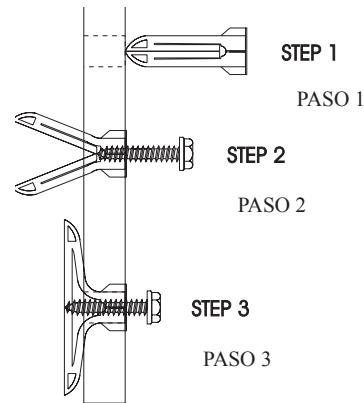

Figura 2
3. Despues de localizar los agujeros de ensamblaje, perfore (2) agujeros de 5/16" de diámetro en la pared. Inserte los (2) escudetes de expansión plástica. Inserte los (2) tornillos de 10 x 1-1/2" (suplidos en el juego de ferretería del Ventilador) en los (2) escudetes de expansión plástica. No apriete totalmente la cabeza de los tornillos a los escudetes de expansión plástica, deje un espacio de 7/16" entre la cabeza de los tornillos y los escudetes de expansión plástica. Referirse a la Figura 2.
4. En la parte superior de la carcasa exterior remueva (1) tornillo del agujero del espacio libre que une la carcasa exterior al ensamblaje del cabecero. También remueva los (2) tornillos que fijan la parte inferior de la carcasa exterior a la carcasa interior.
6. Remueva los (4) tornillos de 8 x 3/8" que fijan la parte frontal del ventilador a la envoltura del ventilador.
7. Despues de localizar los agujeros de ensamblaje, perfore (2) agujeros de 5/16" de diámetro en la pared. Inserte los (2) escudetes de expansión plástica. Inserte los (2) tornillos de 10 x 1-1/2" (suplidos en el juego de ferretería del Ventilador) en los (2) escudetes de expansión plástica. No apriete totalmente la cabeza de los tornillos a los escudetes de expansión plástica, deje un espacio de 7/16" entre la cabeza de los tornillos y los escudetes de expansión plástica. Referirse a la Figura 2.